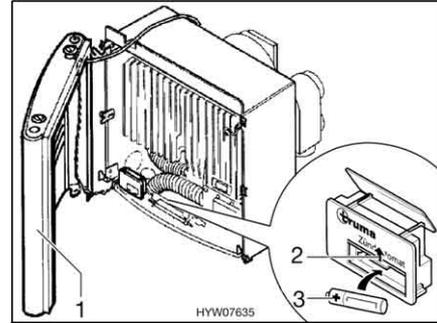

Fig. 110 Calefacción abierta
- Colocar a un lado el revestimiento (Fig. 110,1) para que no se tenga que desenchufar el cable de conexión del ventilador de aire caliente y de la lámpara de control de encendido.
- Empujar hacia arriba la tapa del compartimento de las pilas en el dispositivo automático de encendido (Fig. 110,2).
- Colocar una pila nueva (Fig. 110,3) del mismo tipo con la polarización correcta (+/-) en el compartimento de las pilas en el dispositivo automático de encendido. Utilizar únicamente pilas Mignon resistentes a la temperatura (+70 °C) y protegidas contra derrames.